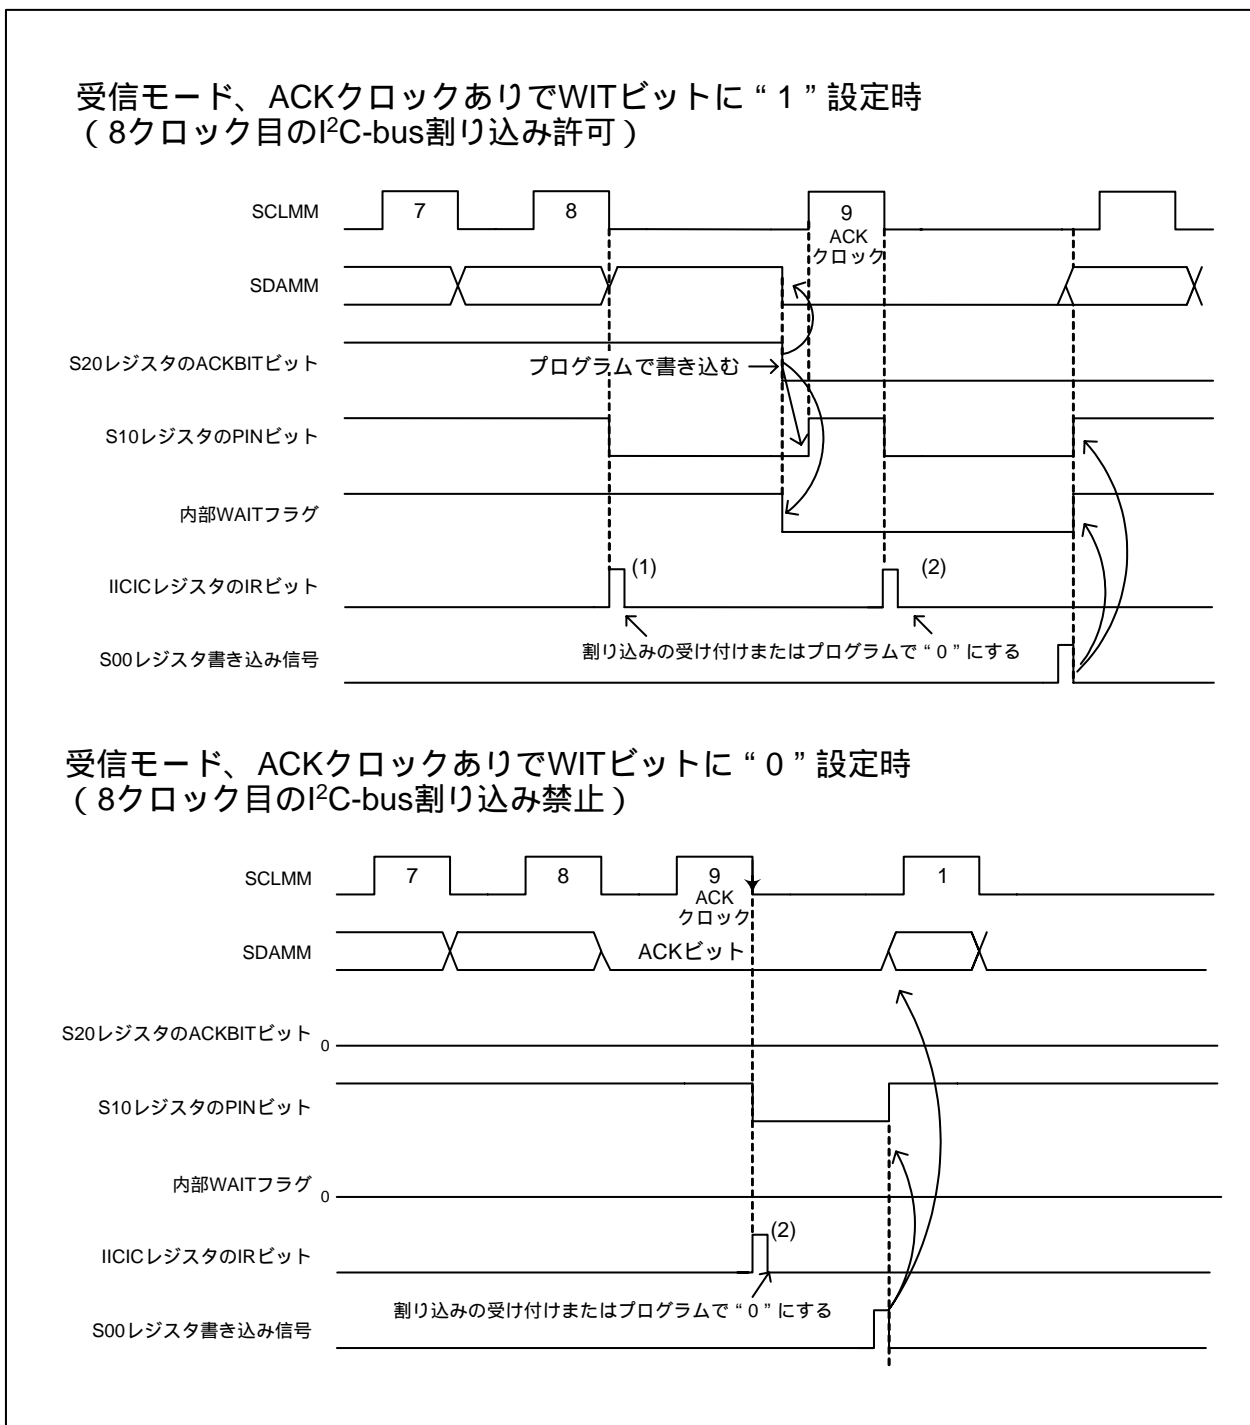

図21.4 データ受信時の割り込み要求発生タイミング
表 21.6 にデータ受信時の割り込み要求発生タイミングと送受信再開の方法を、図 21.4 にデータ受信時の割り込み要求発生タイミングを示します。
注1. 図21.4 IICICレジスタのIRビット (1) のタイミング
注2. 図21.4 IICICレジスタのIRビット (2) のタイミング